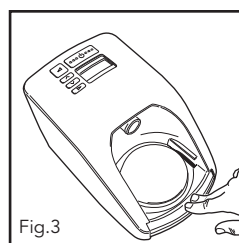
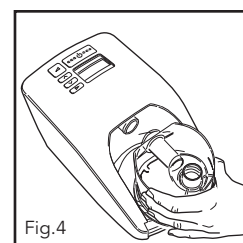

Fig.3
Fig.4
- d. Para fijar la cámara de agua al aparato serie HC230, presione la protección con los dedos y deslice la cámara sobre del equipo (Fig.3 y Fig. 4).